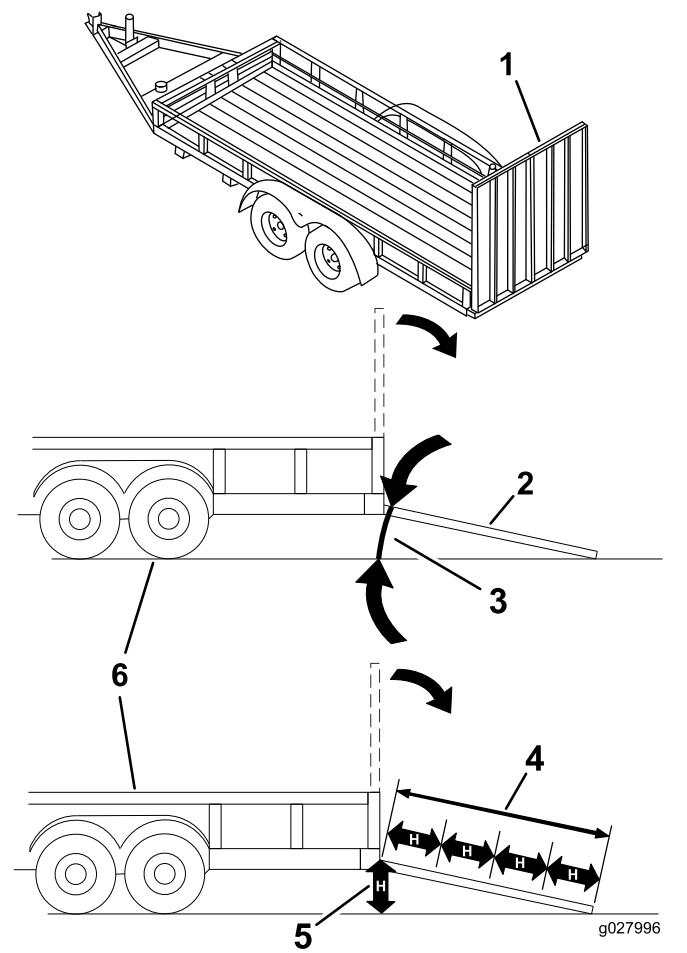

Figure 25
Le chargement de la machine sur une remorque ou un camion augmente le risque de basculement, et donc de blessures graves ou mortelles (Figure 25).
3. Abaissez la rampe pour que l'angle avec le sol ne dépasse pas 15 degrés (Figure 25).
1. Abaissez la rampe pour que l'angle avec le sol ne dépasse pas 15 degrés (Figure 25).